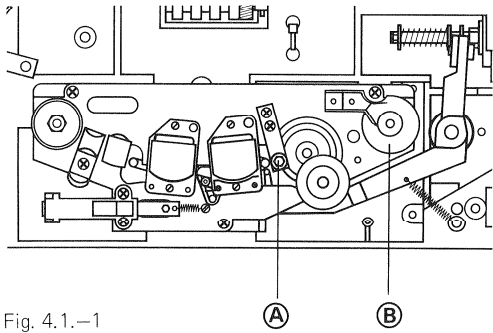

Fig. 4.1.-1
– Bandführungen reinigen, Bandführung (A) *nicht verstellen*. Wenn nötig, kann die Bandführung mit einem Kreuzschlitz-Schraubenzieher vom Kopfträger gelöst werden (2 Schrauben, Fig. 4.1.-1).
– Tacho-Rolle (B) reinigen (MKII).
– Clean tape guides, take care *not to alter* the adjustment of guide (A). The tape guide may be removed from the headblock after undoing its Phillips head mounting screws (2 screws, fig. 4.1.-1).
– Clean the tachometer roller (B) (MKII).
Nettoyez les guides de bande, *ne pas dérégler* le guide de bande (A), qui si nécessaire ne sera démonté qu'avec son support, à l'aide d'un tournevis à croix (2 vis, fig. 4.1.-1).
– Nettoyez la roue tachymétrique (B) (MKII).